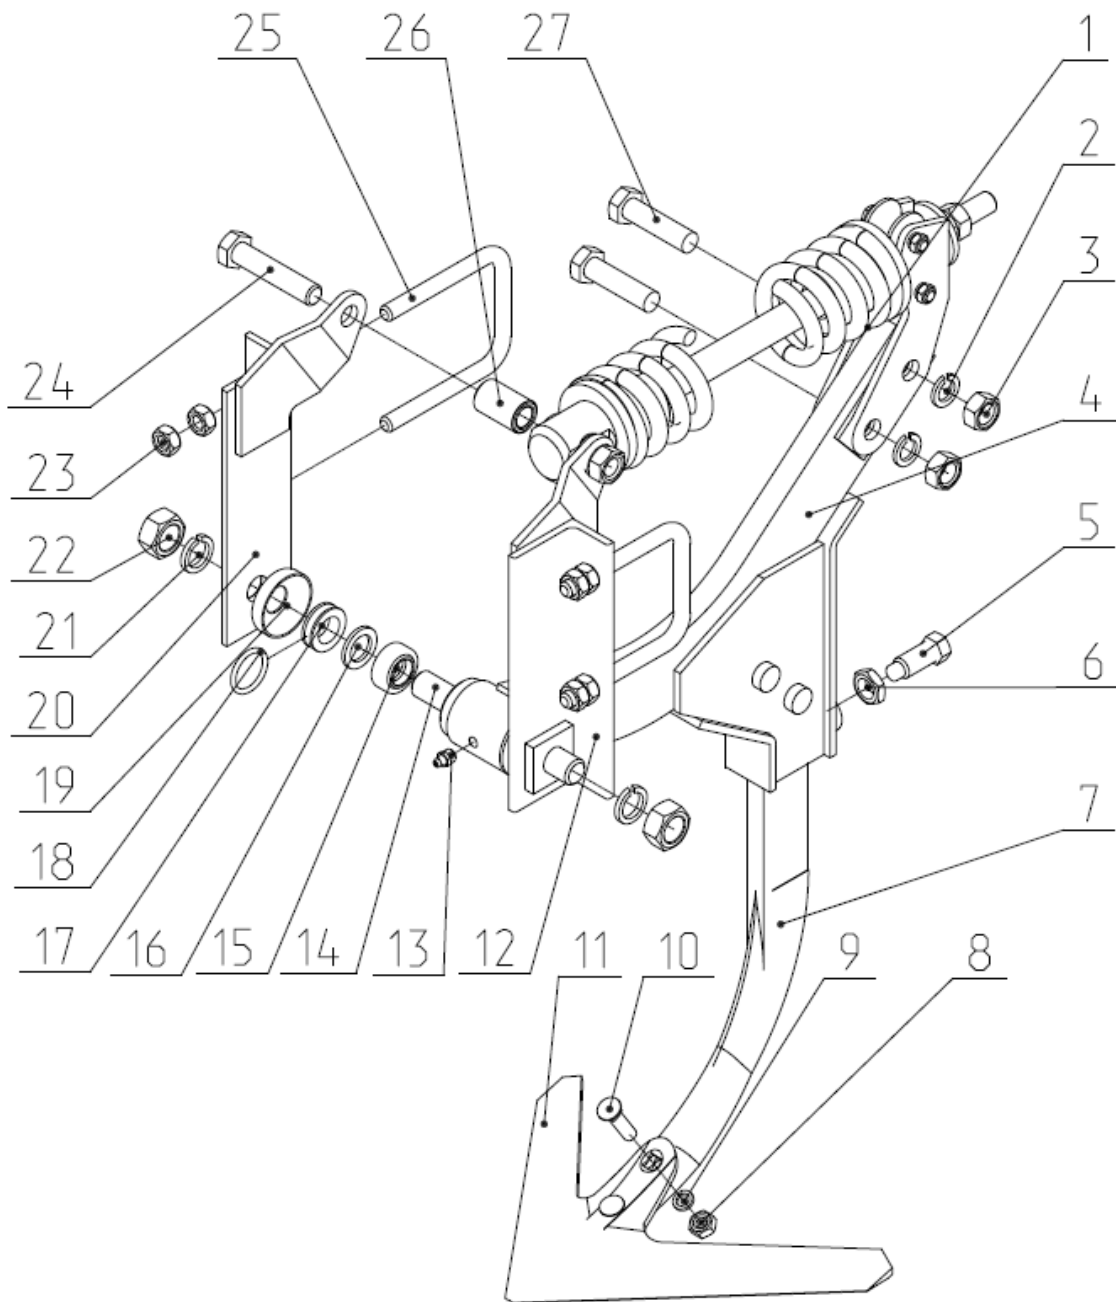

Рис.11 Рабочий орган
2.12.3. Предохранитель (Рис.11а) предназначен для удержания стойки с лапкой культиваторной в рабочем положении и, при встрече с непреодолимыми препятствиями (камни, тяжелые включения в почве ...), производит выглубление.
Рис.11а Предохранитель КСП 00.030А